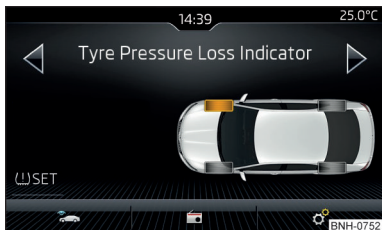

Abb. 208
- › Die Funktionsfläche  SET antippen » Abb. 208.
Bei aufleuchtender Kontrollleuchte  im Kombi-Instrument kann im Infotainment der betroffene Reifen angezeigt werden » Abb. 208.